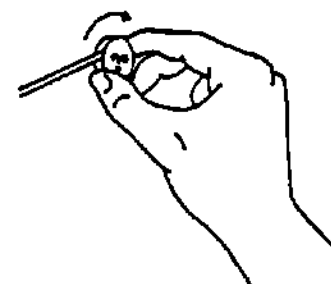

Рис. 5-8: Натягивание ленты.
6. Поверните правую катушку по часовой стрелке, чтобы натянуть ленту (Рис. 5-8).